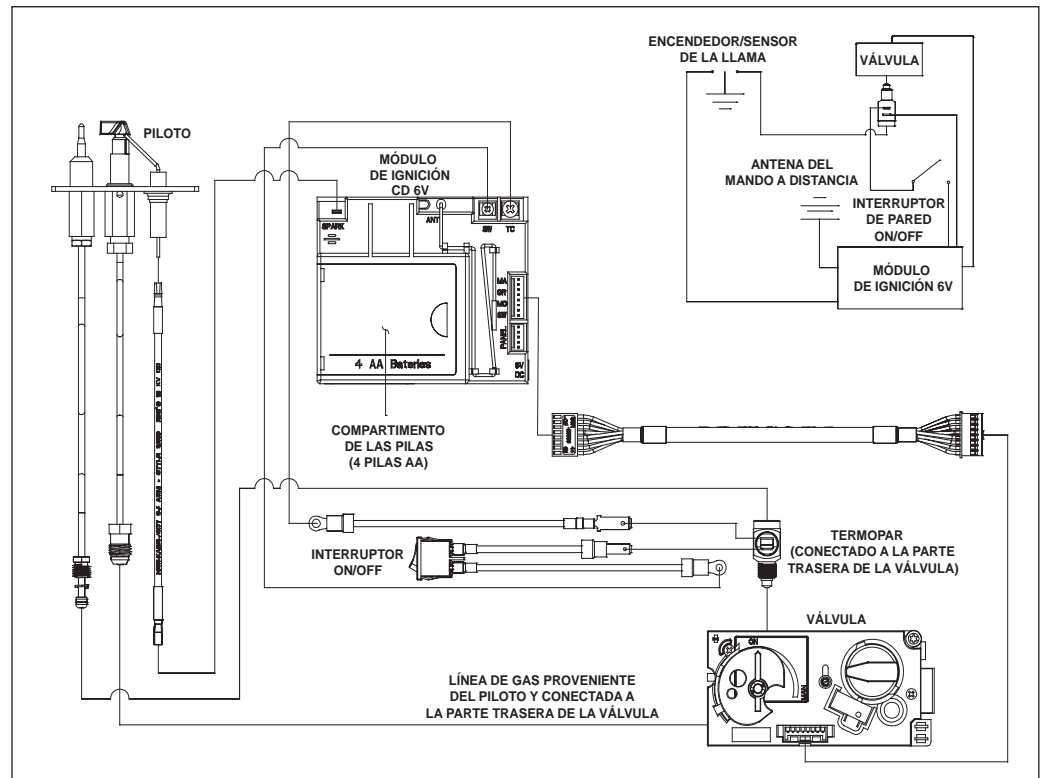

Figura 7. Diagrama de cableado del encendido electrónico
- Las baterías están ubicadas en el módulo de ignición el cual esta localizado detrás del conjunto de la puerta de cristal. En la figura 7 se muestra un diagrama de cableado.